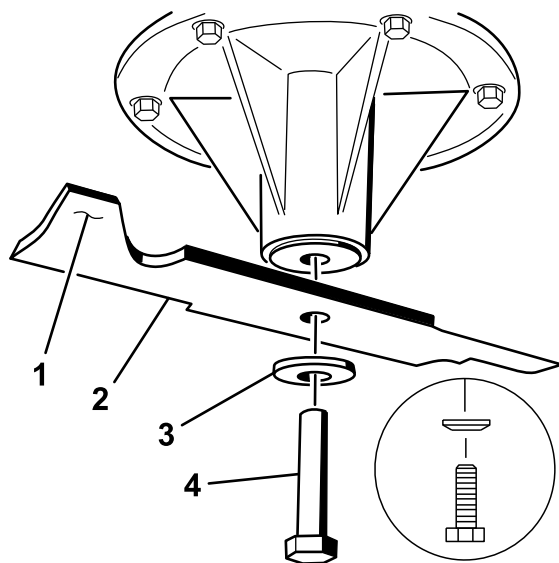

Figura 73
2. Instale a lâmina no eixo (Figura 73).
3. Instale a anilha curva e o parafuso da lâmina (Figura 73).
Nota: O cone da anilha curva deve ser montado virado para a cabeça do parafuso (Figura 73).